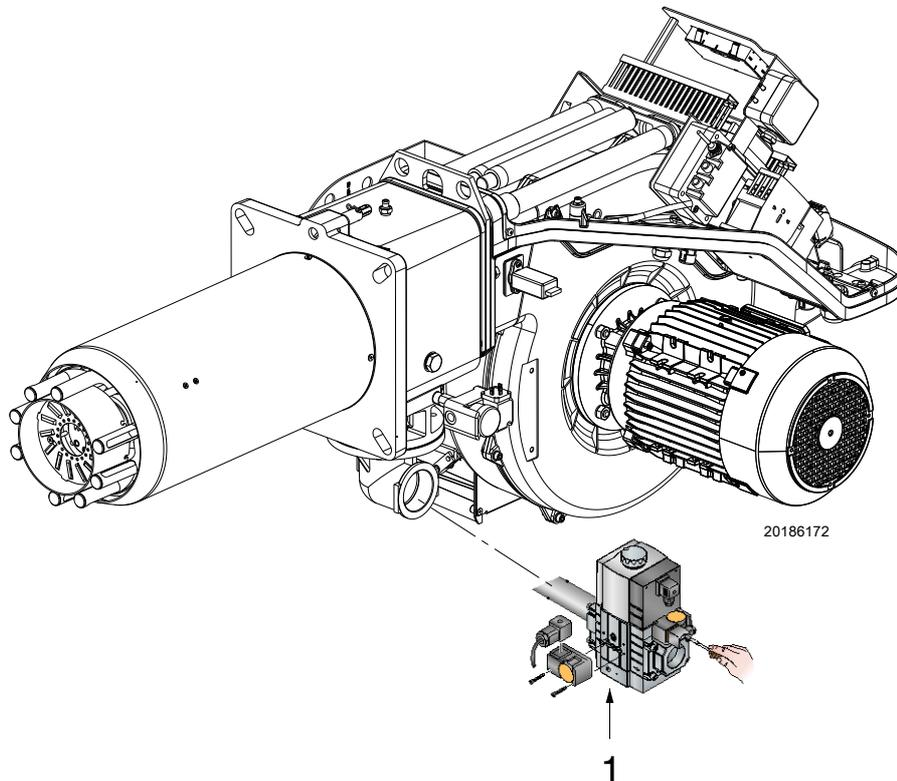

图 28
- ▶ 连接一个压力计到最小燃气压力开关的压力测试点 1)（图 28），检查燃气供应压力：必须低于燃气阀组所能允许的最大压力，见燃气阀组标牌。
- ▶ 将燃气阀组管路中的空气排净，连接一个塑料管到最小燃气压力开关的压力测试点 1)（图 28）。将该塑料管伸到建筑物外，直到可以闻到燃气的味道。